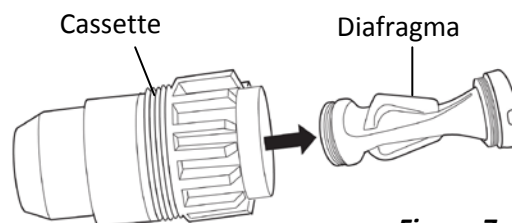

Figura 7
- Saque el diafragma del cassette (Figura 7) y compruebe que no haya cuerpos extraños o problemas de desgaste. Enjuague a fondo con el agua limpia antes de volver a ensamblar. Reemplace el diafragma si es necesario.